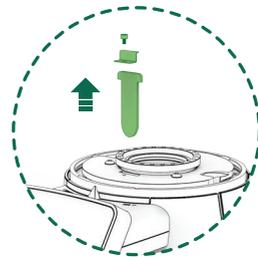

Fig. 11
12.4.1. Después del punto 12.3.5., usa una llave Allen hexagonal n.º 3 suministrada para aflojar el tornillo que sujeta la cortina y tira hacia arriba para liberarla (Fig. 11).